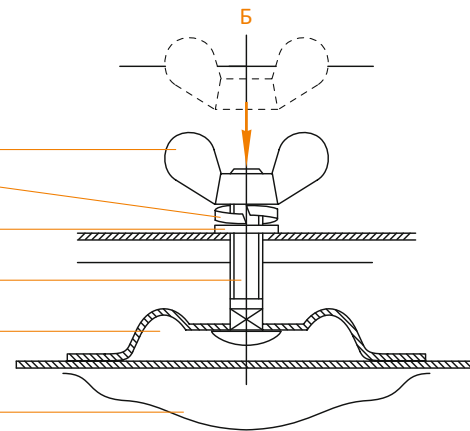

РИСУНОК 3
6. Установите на болт М6х30...40 шайбу 6, шайбу пружинную 6 и гайку-«барашек». Гайку-«барашек» завинчивайте «от руки», без применения дополнительного инструмента, во избежание повреждения эмалевого покрытия в месте приварки скобы крепления к ванне. После соприкосновения гайки-«барашка» с пружинной шайбой, гайку-«барашек» поверните еще не более чем на полтора оборота (360°х1,5) (см. рис. 3).